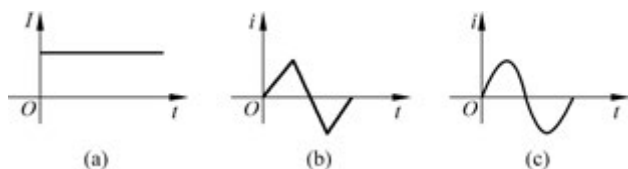

图 1-4 几种电流波形
① 大小和方向都不随时间变化的电流称为直流电流,简称直流(DC),用 I 表示。如图 1-4(a)所示。
② 大小和方向均随时间周期性变化的电流称为周期电流。当周期电流在一个周期内的平均值为零时,这样的电流称为交变电流(交流电流),简称交流(AC),用 i 表示。如图 1-4(b)和图 1-4(c)所示。